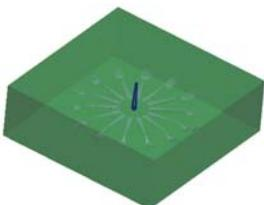
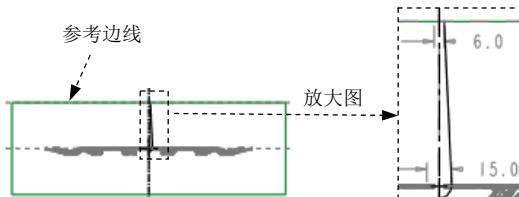

图 23.7 浇道
图 23.8 截面草图
Step1. 创建图 23.7 所示的浇道。
(1) 单击 **模型** 功能选项卡 **切口和曲面** ▾ 区域中的 **旋转** 按钮。
① 定义草绘截面放置属性。在绘图区域右击，从系统弹出的菜单中选择 **定义内部草绘...** 命令；然后选择 MOLD_FRONT 基准平面作为草绘平面，草绘平面的参考平面为 MAIN_RIGHT 基准平面，方位为 **右**，单击 **草绘** 按钮，进入截面草绘环境。
② 绘制截面草图。选取图 23.8 所示的边线为参考，单击 **关闭(C)** 按钮；绘制图 23.8 所示的截面草图；完成特征截面的绘制后，单击“草绘”操控板中的“完成”按钮 。
(2) 在操控板中选取深度类型 ，输入旋转角度值 360。
(3) 在“旋转”操控板中单击 按钮，完成特征的创建。